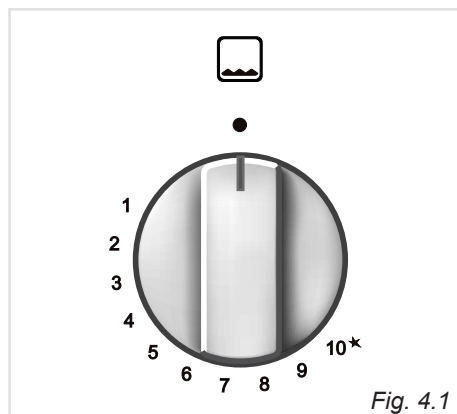

Fig. 4.1
I numeri da 1 a 10, stampigliati sul pannello comandi in corrispondenza della manopola del termostato "gas" (fig. 4.1) indicano in modo crescente il valore della temperatura del forno come indicato nella tabella qui sotto riportata.
2. Premere leggermente la manopola del termostato e ruotarla in senso antiorario (fig. 4.2) fino alla posizione **10** in corrispondenza del simbolo **★** (fig. 4.1); quindi premere a fondo la manopola per aprire l'erogazione del gas ed attivare l'accensione elettrica.